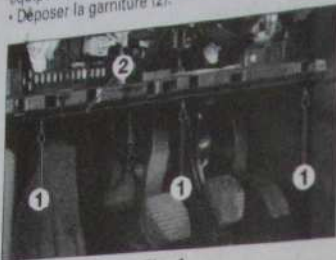

Fig. 4
- Déposer les agrafes (1) puis écarter la garniture (2) (Fig. 4).
- Déposer la garniture (2).